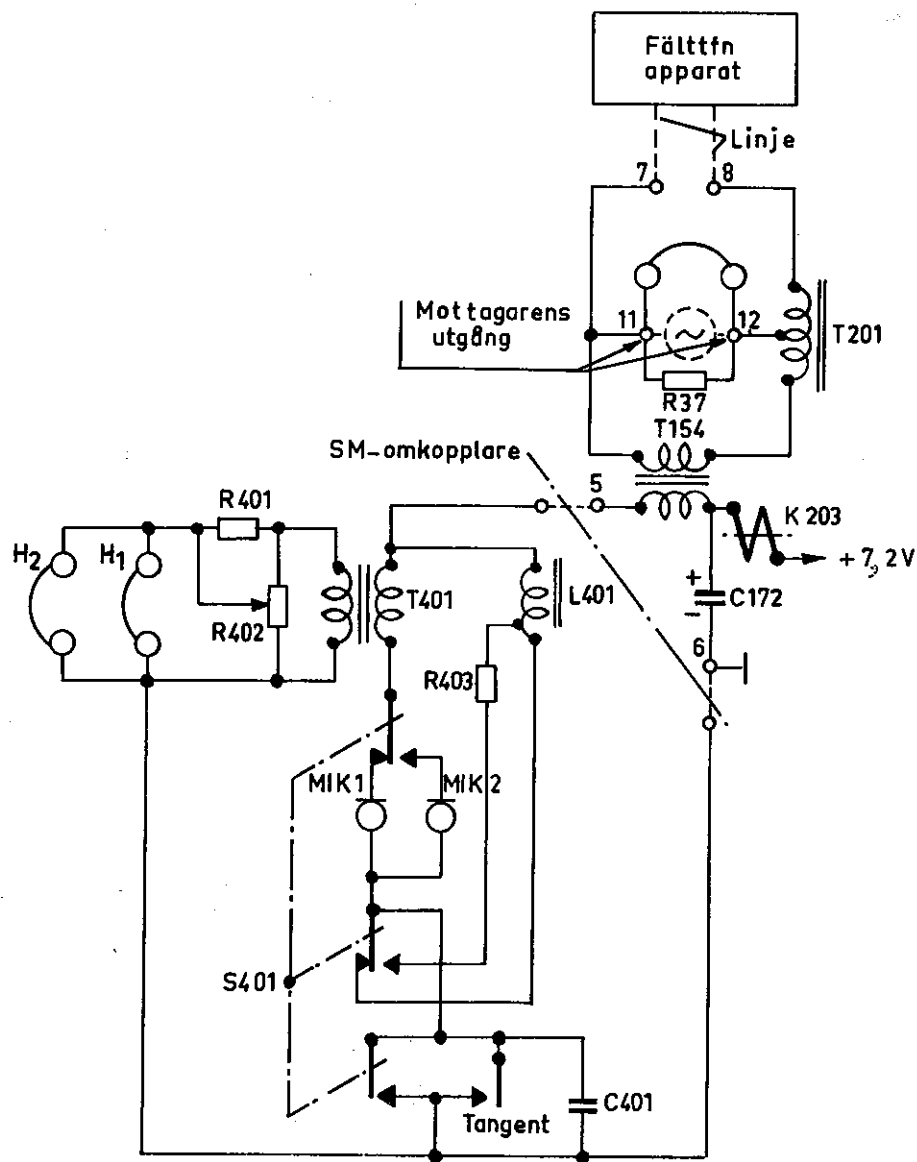

Bild 74. SM-omkopplare med hand- och strupmikrotelefon anslutna
SM-omkopplaren är ansluten till mottagarens linjeuttag (7 och 8). Om fältledning är inkopplad kan telegrafisten telefonera ut på denna. (Se bild 74, men märk att relälindningen K203 är ersatt av ett motstånd R47.)
SM-omkopplaren är genom mottagaren ansluten till linjeuttaget enligt bild 74. Om fältledning är kopplad till linjeuttaget kan samtal föras över fältledningen och radioförbindelsen varvid SM-omkopplaren med handmikrotelefon är inkopplad. Omkoppling mellan sändning och mottagning måste göras av signalisten vid radiostationen.
5. Sektion S12 kopplar bort linjeuttaget och kopplar i stället in ett motstånd R45 på  $600\ \Omega$ . Jämför bild 74, men märk att relälindningen K203 är ersatt av motståndet R46 (se ovan punkt 3).